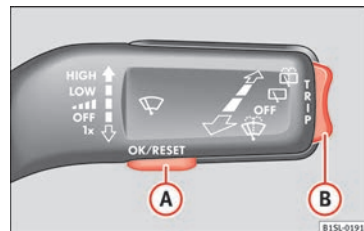

Fig. 26 Manípulo do limpador para-brisas: botões de controlo.
- Caso seja visualizada uma mensagem ou o pictograma do veículo, pressione o botão **OK/RESET** Fig. 26 **A**.
- Pressione a parte superior ou inferior do botão basculante » **Fig. 26**  até que apareça a opção da indicação desejada.